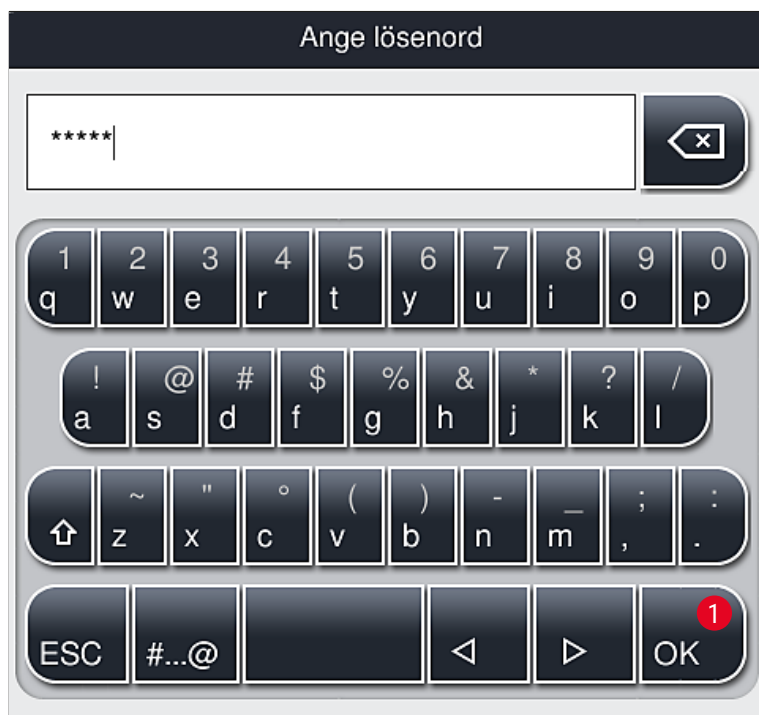

Bild 28
2. Sedan visas en knappsats (→ Bild 28) som kan användas för att ange lösenordet.